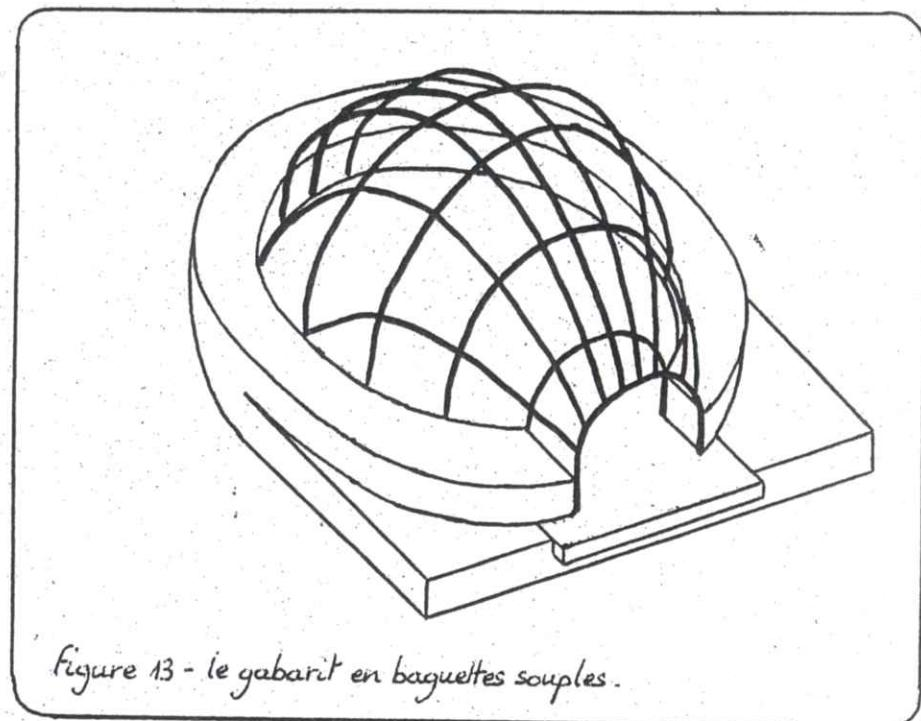

Figure 13 - le gabarit en baguettes souples.
► Soit, réaliser la forme de la voûte et de la bouche en baguettes souples (branches de noisetier, par exemple) (Figure 13).
- Monter les gabarits tels que décrit précédemment (Figures 13 et 14)